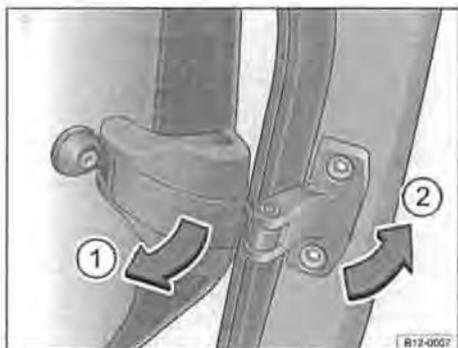

Fig. 52 Chiusura del finestrino a compasso (porte posteriori)
- Tirare la levetta di bloccaggio → fig. 52 ① nella direzione della freccia.
- Premere la levetta di bloccaggio nella direzione della freccia ②, finché non si blocca quando il finestrino è completamente chiuso.